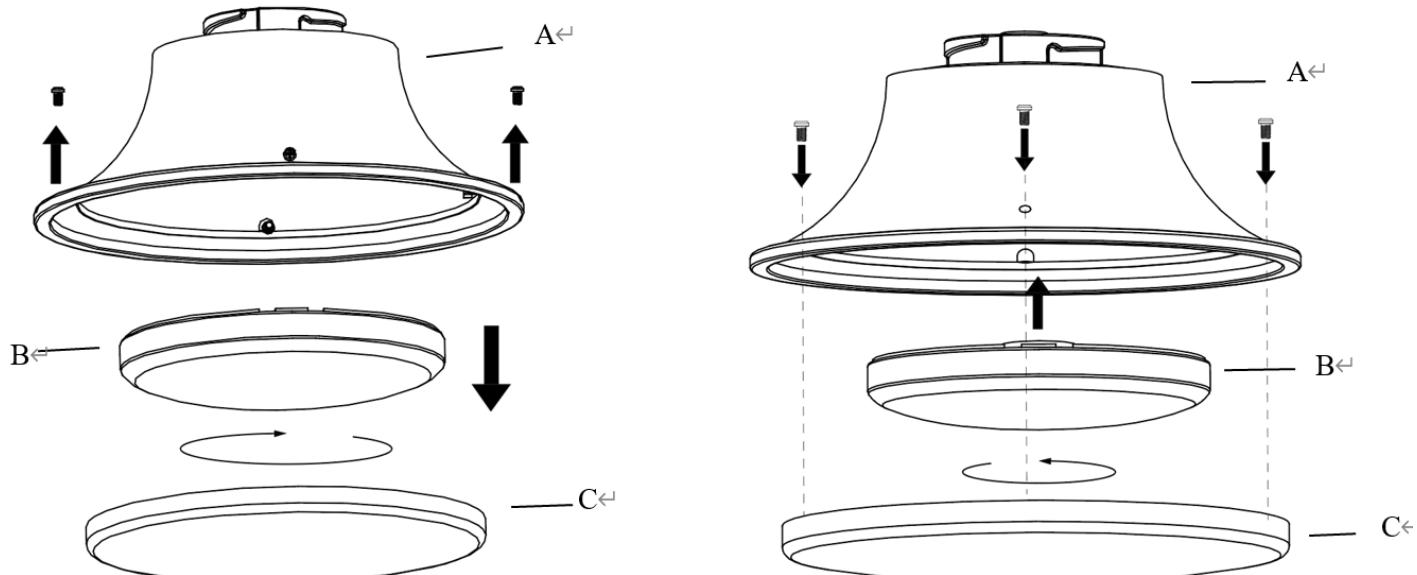

Fig. 8
**INSTALLATION DE L'AMPOULE (Fig. 8)**
- Dévissez les vis du bord supérieur du kit d'éclairage (A).
- Enlevez l'abat-jour (C) du kit d'éclairage (A).
- Enlever et remplacez l'ampoule GX53 (B). Ne dépassiez pas la puissance nominale maximale.
- Remettez en place l'abat-jour (C) sur le kit d'éclairage (A), et resserrez les vis.